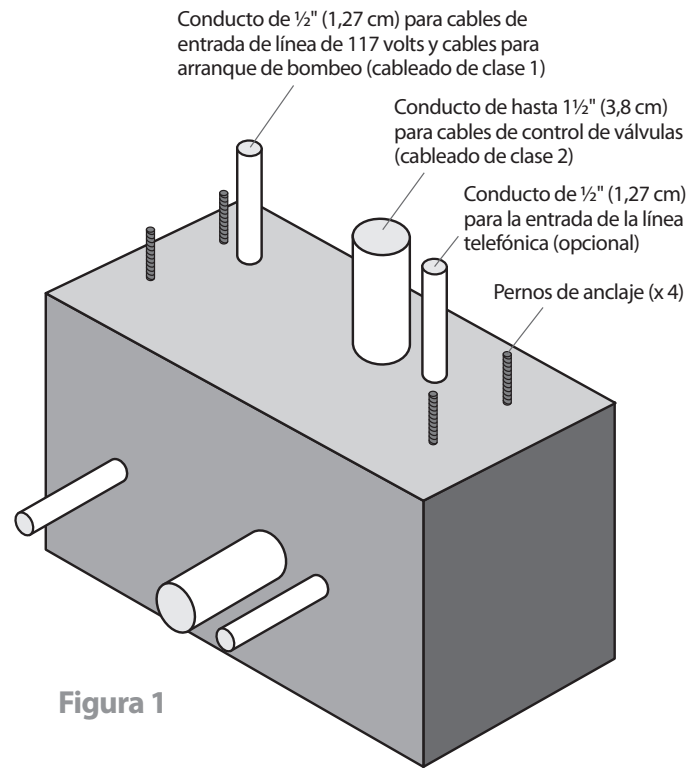

Figura 1
1. Antes de verter el hormigón para la base, coloque un codo curvado de un máximo de 1,5" (3,81 cm) de ancho y codos curvados adicionales de un máximo de 1/2" (1,27 cm) de ancho para las conexiones de suministros de energía y/o módem según sea necesario (ver Figura 1).